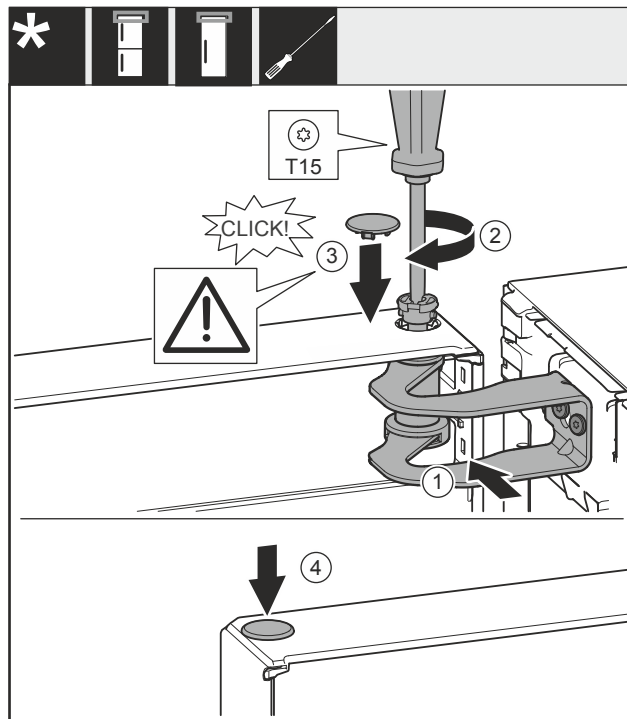

Fig. 35
- ▶ 将冰箱门对准托架 Fig. 35 (1) 中的开口。
- ▶ 放入螺栓 Fig. 35 (2) 并用螺丝刀拧紧。
- ▶ 装入盖板 Fig. 35 (3)。
- ▶ 检查盖板 Fig. 35 (3) 是否紧贴在冰箱门上。
- ▶ 装入盖板 Fig. 35 (4)。